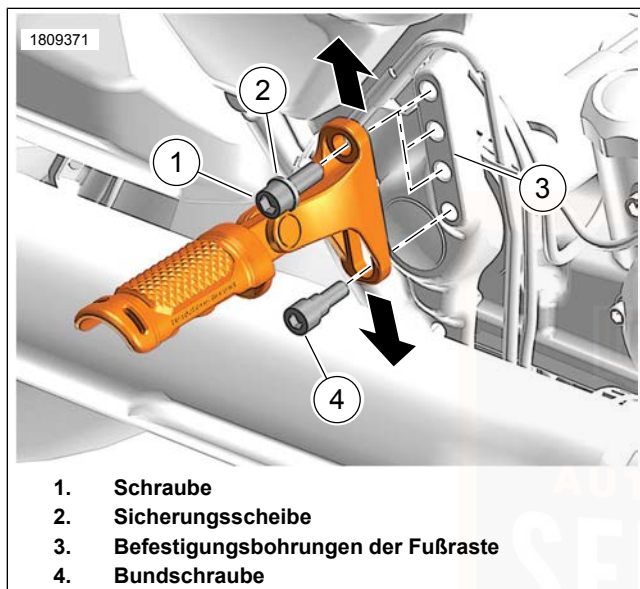

Abbildung 57. Soziusfußraste
1. Siehe Abbildung 57. Die Schraube der oberen Halterung (1) und die Sicherungsscheibe (2) entfernen.